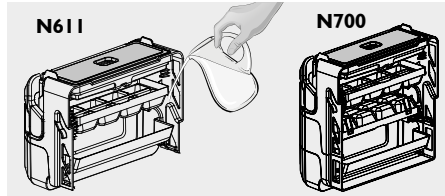

Figura 49
- Derrame un poco de vinagre blanco por la parte trasera del fabricador de hielo. (Figura 49)